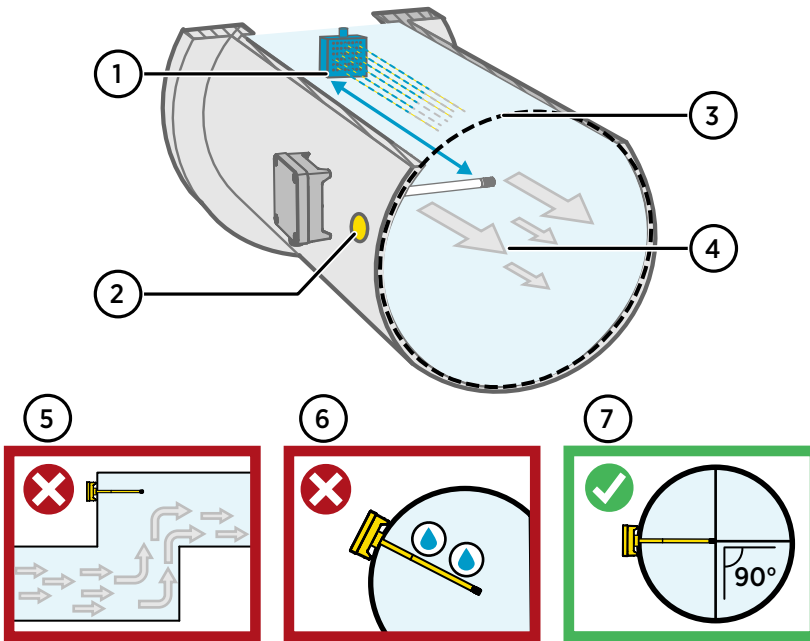

Figura 51 Visão geral de instalação dos dutos
4. Opcional: Faça um segundo furo para medições de referência a aproximadamente 30 cm (12 polegadas) de distância do orifício de instalação do transmissor. Consulte Figura 51 \(página 80\).